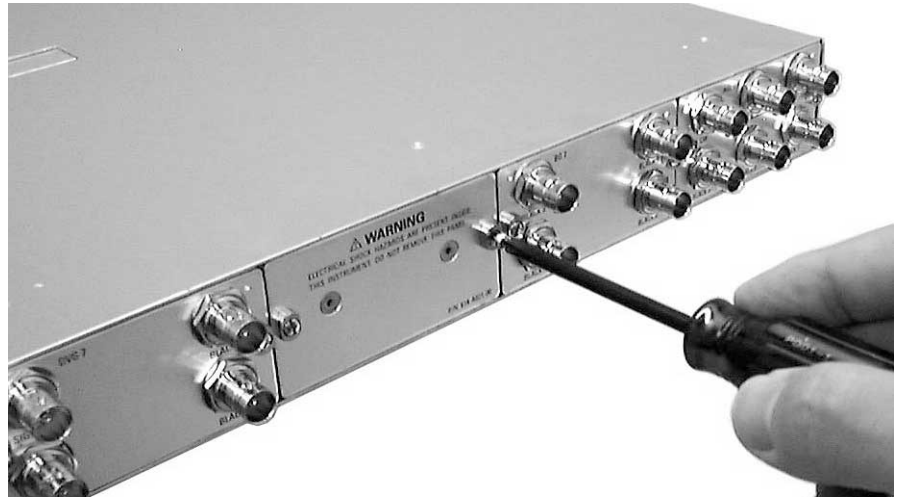

図 2 : ブランク・パネルの取り外し
3. インストールしたいスロットに取り付けられているブランク・パネルを外します (図 2 参照)。プラス・ドライバを使用して左右 2 本のネジを完全に緩めてから、手前に引いてください。